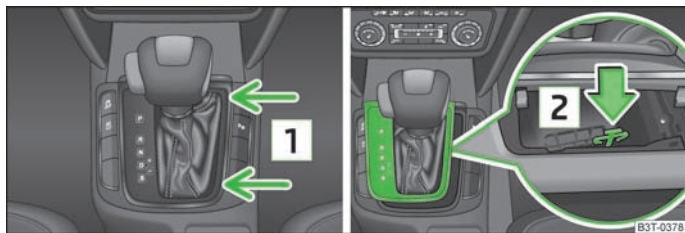

Fig. 128 Deblocarea de urgență a selectorului de viteze
- Prindeți capacul selectorului de viteze în zona săgeților **1** » fig. 128 și trageți cu grijă în sus.